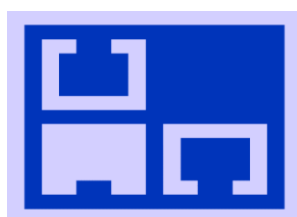

Figura 17 – Status de Indicação das Portas Ethernet
8. O estado do link de cada uma das 4 portas Ethernet (no painel traseiro do equipamento), indica se o link está “up” (conectado) ou “down” (vazio). A Figura 17 – Status de Indicação das Portas Ethernet indica que a GbE1 está com link ativo, GbE2 e GbE3 estão desconectadas e GbE4 está desabilitada.